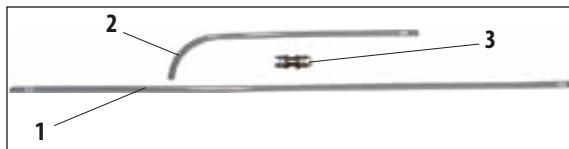
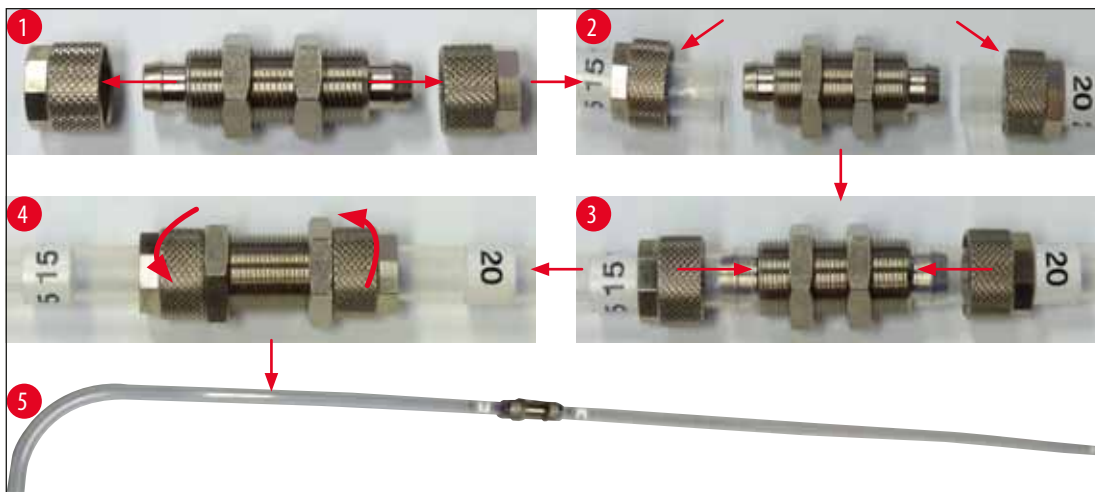

Рис. 88
Рис. 89
- 1 прямой шланг с маркировкой «20» (рис. 88, 1)
- 1 угловой шланг с маркировкой «15» (рис. 88, 2)
- 1 соединитель (рис. 88, 3)
1. Отверните обе гайки (рис. 89, 1) от соединителя (рис. 88, 3).
2. Наденьте одну гайку на шланг с маркировкой «20», а другую на прямой конец шланга с маркировкой «15» (рис. 89, 2).
3. Наденьте прямой конец шланга с маркировкой «15» на один из ниппелей соединителя, а шланг с маркировкой «20» – на противоположный ниппель. Оба шланга должны быть максимально натянуты на оба ниппеля (рис. 89, 3).
4. В завершение затяните обе гайки (рис. 89, 4) соединителя, чтобы зафиксировать шланги (рис. 89, 5).